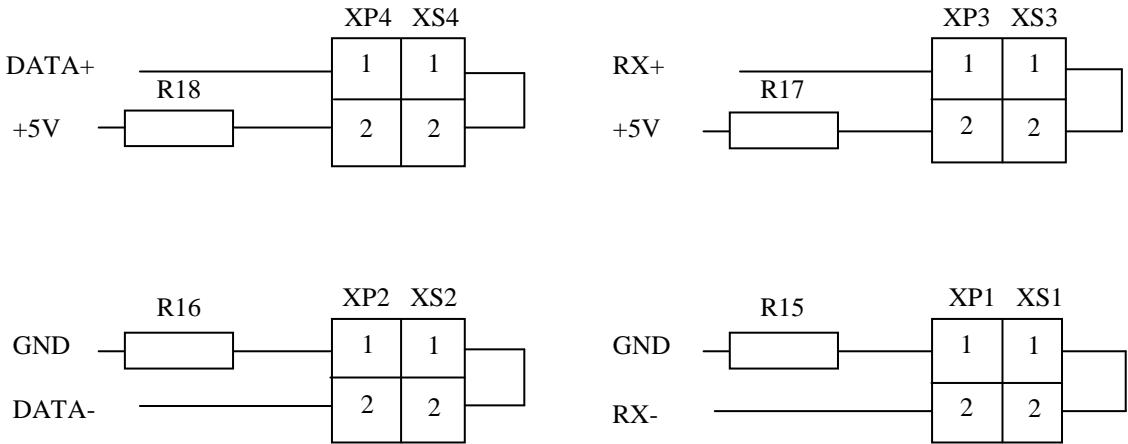

Рисунок 5.1 – Схема подключения согласующих резисторов
5.3 Согласующие резисторы для согласования линии связи в соответствии с требованиями спецификации RS-485, RS-422 устанавливаются при помощи перемычек XS1, XS2, XS3, XS4 (рисунок 5.1). Замкнутое состояние перемычек подключает резисторы величиной 620 Ом.